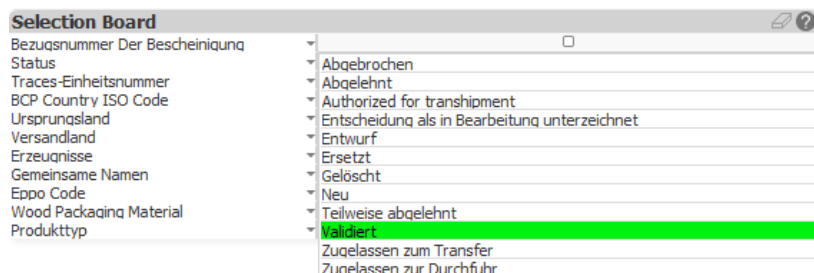

Abbildung 31: Dropdownliste zum Status der GGED in der Anzeige *Selection Board*
2. Die Anzahl der Sendungen beinhaltet alle Einfuhrbescheinigungen (GGED) unabhängig vom Status. Es werden u.a. auch abgelehnte, ersetzte und gelöschte GGED in der Gesamtanzahl berücksichtigt. Um diese Bescheinigungen aus der Auswertung auszuschließen, öffnen Sie im *Selection Board* unter *Status* die Dropdownliste (Abbildung 31).